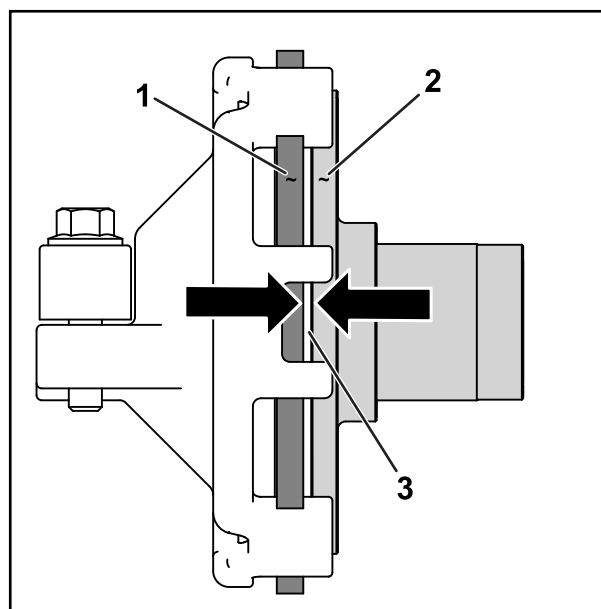

図 31
2. ジャムナットをゆるめ、走行ケーブルを調整してフリクションディスクとプレッシャプレートとの間のすきまを 1.1 mm にする 図 30と 図 31。